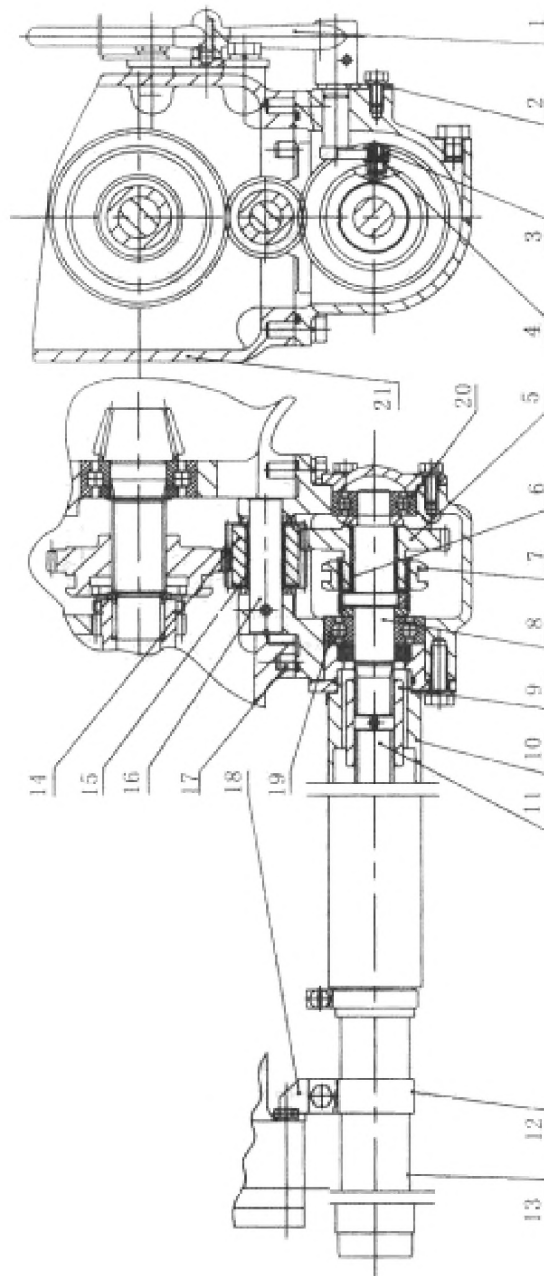

Рисунок 5-1. Раздаточная коробка.
Раздаточная коробка является трансмиссионным механизмом без специального оборудования (смотрите рисунок 5-1). Она прикреплена под коробку передач болтами и точно размещена под картером коробки передач при помощи позиционного штифта (17). Промежуточная шестерня (14) поддерживается на промежуточном вале (16) игольчатым подшипником К 202417 (15). Промежуточная шестерня приводится в движение ведомой шестерней повышенной и пониженной передачи на выходном вале и постоянно зацепляется с ведомой шестерней (5). Ведомая шестерня поддерживается на выходном вале (8) игольчатым подшипником К 252917 (6) и не поворачивается вместе с валом. Выходной вал поддерживается на картере раздаточной коробки (21) подшипником 6305 (19) и подшипником 6304 (20). Левая сторона ведомой шестерни имеет шлицы. Кулачковая муфта (7) может двигаться влево и вправо по шлицам. Передний конец шлица выходного вала соединен с ведущим валом (11) при помощи шлицевого соединения (9). Ведущий вал имеет защиту (13) во избежание наматывания травы и попадания почвы. Защита поддерживается опорой (18), прикрепленной к картеру сцепления.